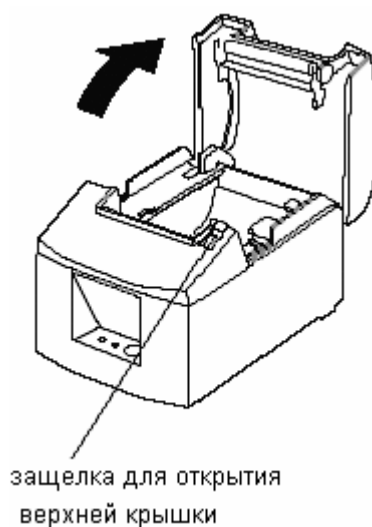

Рисунок 7.6 - Открытие верхней крышки ККМ
7.4.2 Нажать на защелку и открыть верхнюю крышку (Рисунок 7.6).